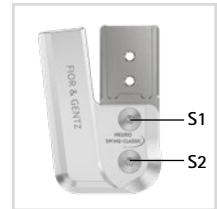

Fig. 15
- 5 Skru inn den andre senkeskruen (akselskru, S2) (fig. 15).
- 1 Løsne skruene til dekkplaten (fig. 15) igjen etter at du har kontrollert at bevegelsene er smidig og fjern dem fra dekkplaten.
- 3 Sikre skruene til dekkplaten (fig. 15) med dreiemomentet som tilsvarer systembredden.